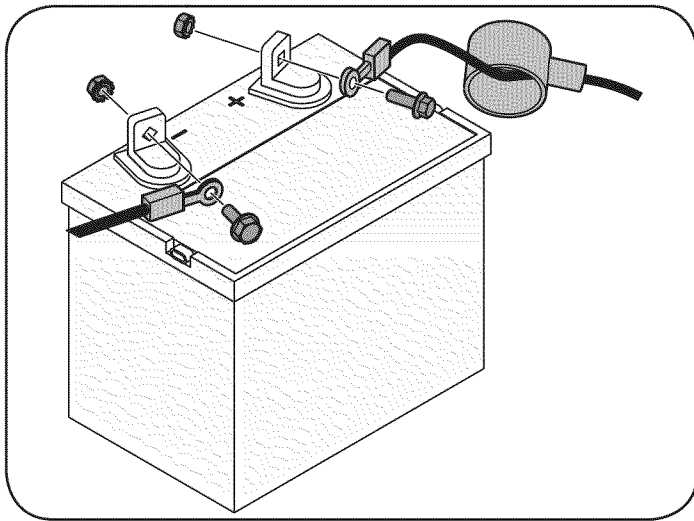

Figura 3
1. Retire la cubierta plástica, si la hay, del borne positivo (+) de la batería y una el cable rojo al borne positivo de la batería (+) con el perno y la tuerca hexagonal. Vea la Figura 3.
2. Retire la cubierta plástica, si la hay, del borne negativo (-) de la batería y una el cable negro al borne negativo (-) de la batería con el perno y la tuerca hexagonal. Vea la Figura 3.